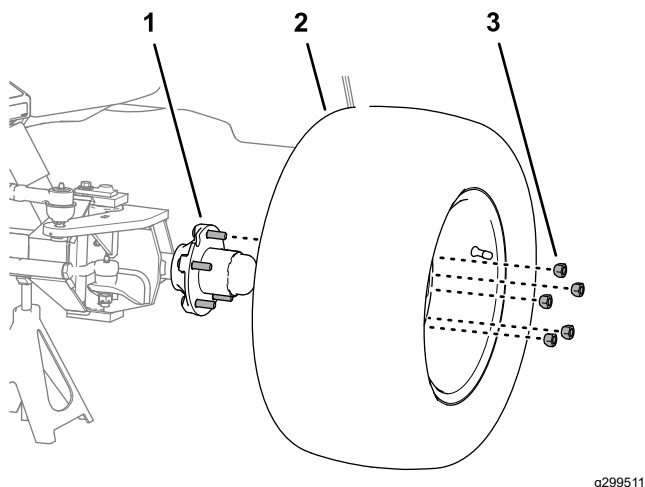

Figura 4
2. Retire las 5 tuercas que sujetan el neumático izquierdo y la rueda al cubo de la rueda, y retire la rueda de la máquina (Figura 4).